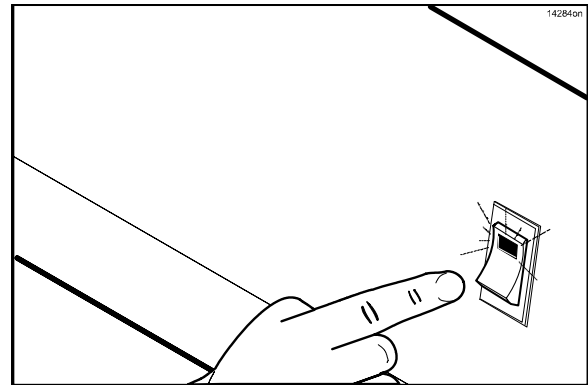

Abbildung 22
1. Den Abzugshauben-Sperrschalter einschalten (Stellung ON). Auf dem Steuerungsdisplay erscheint das Wort „OFF“. (Siehe Abbildung 22.)